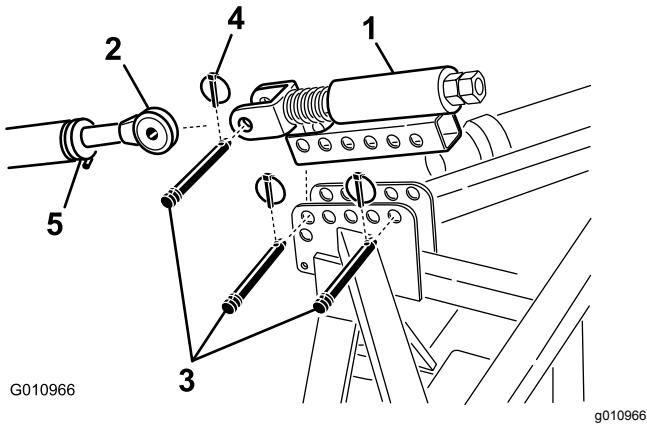

Figura 9
1. Monte a articulação superior com mola no suporte do arejador com dois pinos de articulação e pinos de sujeição (Figura 9).
2. Desaperte a porca de bloqueio na articulação superior do trator. Ajuste o comprimento da articulação superior até ficar alinhada com o contrapino na articulação superior com mola do arejador (Figura 9).
3. Ligue a articulação superior do trator ao contrapino na articulação superior com mola e fixe-a com um pino de articulação e um pino de sujeição (Figura 9).
6. Rode a articulação superior até a mola ficar comprimida cerca de 13 mm (Figura 9).